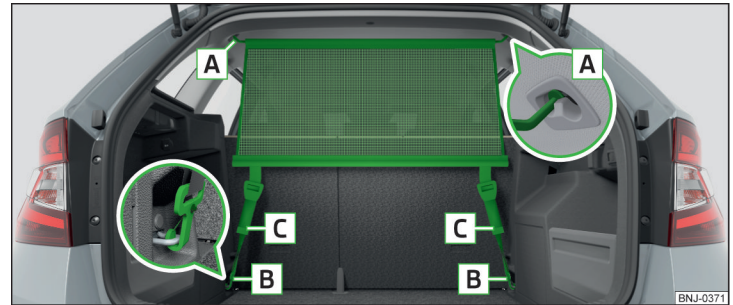

Abb. 110 Netztrennwand hinter den Rücksitzen
- › Die Querstange in die Aufnahme **A** » Abb. 110 erst auf der einen Seite einsetzen und nach vorn drücken. Auf gleiche Weise die Querstange auf der anderen Fahrzeugseite in die Aufnahme **A** einsetzen.